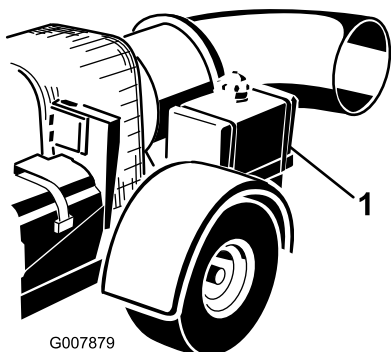

図 15
2. 燃料タンクのキャップの周囲をきれいに拭いてからキャップを取る（図 15）。